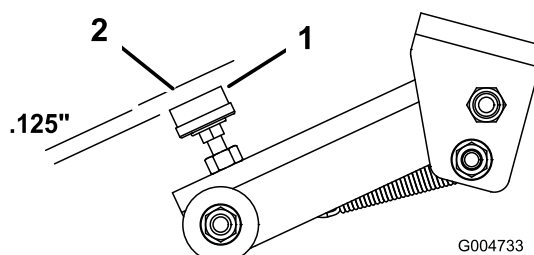

Figure 73
4. Un jeu de 0,125 pouce doit exister entre le coussinet de caoutchouc de la vis de réglage (Figure 73) et le verrou de plateau. Si un réglage est nécessaire, desserrez l'écrou de la vis de réglage, ajustez la vis pour obtenir le jeu voulu et resserrez l'écrou.